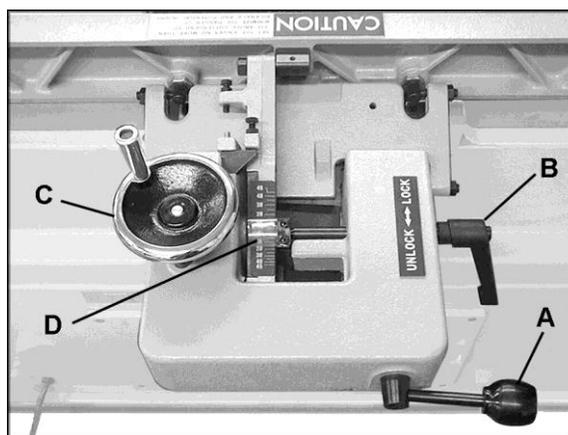
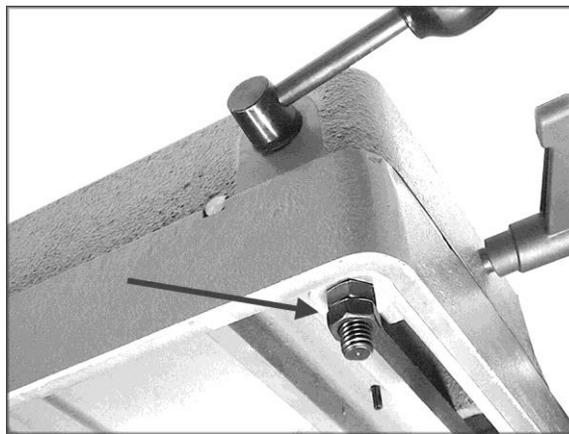

Figure 14
Figure 15
1. Desserrez le manche de verrouillage (A, Figure 14).
2. Poussez tout le dispositif du guide vers la position souhaitée et serrez le manche de verrouillage (A, Figure 14). Un tampon plastique est monté à l'avant du guide pour éviter d'érafler la table lors du déplacement du guide.
REMARQUE : Vous pouvez régler le manche de verrouillage (A, Figure 14) s'il se trouve dans une position inadéquate. Desserrez les deux écrous hexagonaux en dessous du support du glissoir (Figure 15). Retournez le manche vers la position souhaitée et resserrez les écrous hexagonaux. Ne serrez pas excessivement les écrous hexagonaux car cela risque de compliquer le déplacement du guide sur le support du glissoir.
1. Desserrez le manche de verrouillage (B, Figure 14).
2. Faites pivoter la roue manuelle (C, Figure 14) jusqu'à ce que l'angle souhaité s'affiche sur l'échelle (D, Figure 14). Vous pouvez également placer la pièce de travail taillée en biseau sur la table et contre le guide et faire pivoter la roue manuelle (C, Figure 14) jusqu'à ce que l'angle du guide corresponde au biseau de la pièce de travail.
3. Serrez le manche de verrouillage (B, Figure 14).
Pour retirer le dispositif du guide la machine, déposez les écrous hexagonaux et une rondelle plate qui le maintiennent au support du glissoir (voir Figure 15). Soulevez le guide tout droit de la dresseuse.